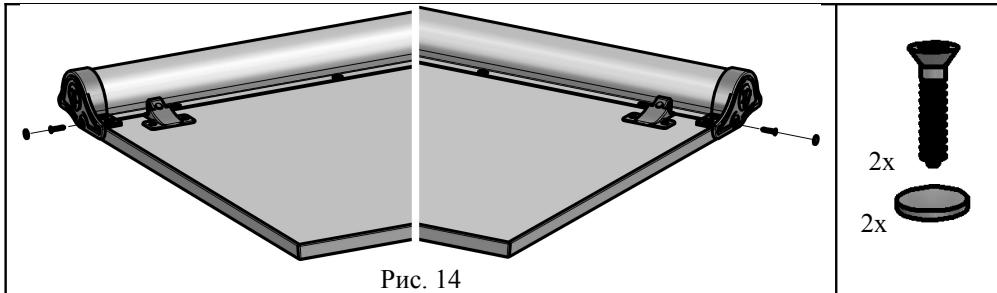

Рис. 14
4.5.5. Закрепить евровинтами ЕС 4x13 или саморезами с потайголовкой 3,5x16 (поз. 3, пакет № 29) лоток в сборе с накладками и закрыть заглушками отверстия в накладках лотка (поз. 2, пакет №5; №6), см. рис. 14.